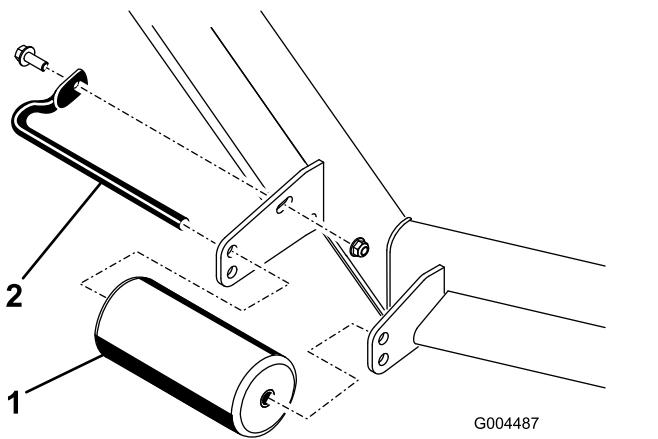
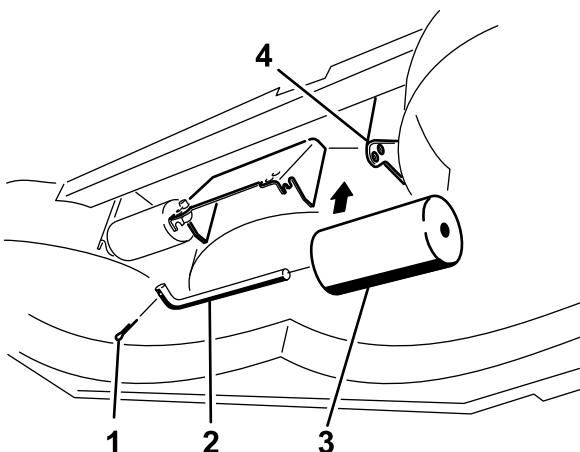

図 47
図 51
4. デッキのローラを固定しているボルトナット類を外して、ローラの高さを調整する使用するデッキのタイプに合わせて 図 47 から 図 51 を参照。
5. 図 47図 51のように固定する。